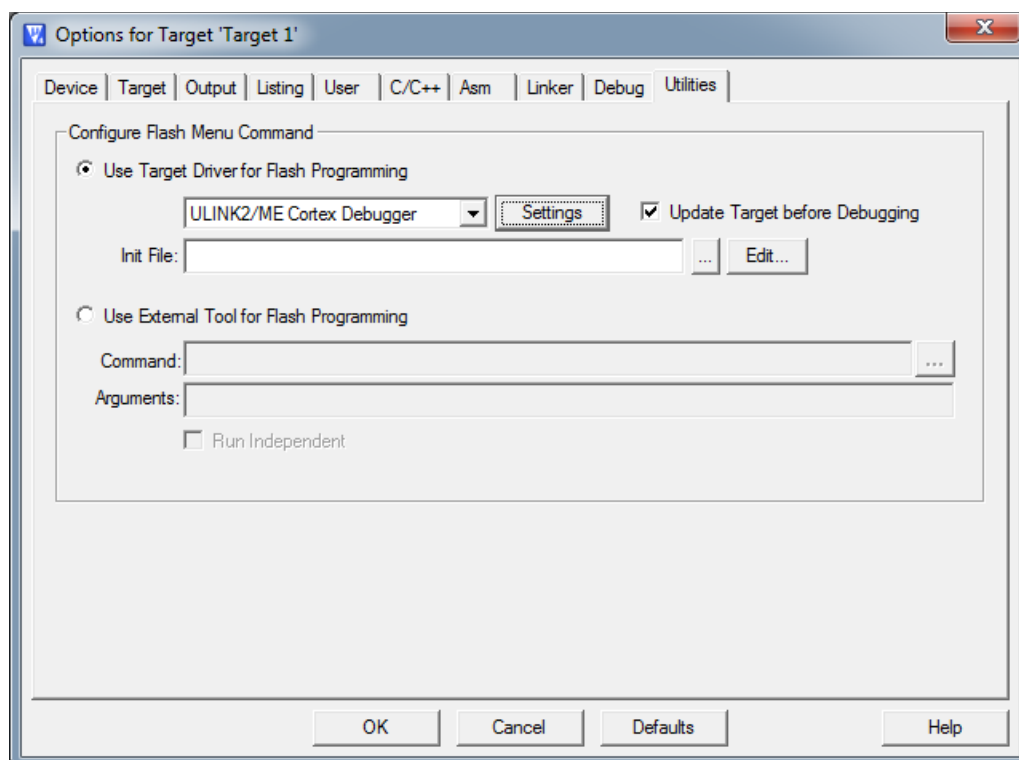
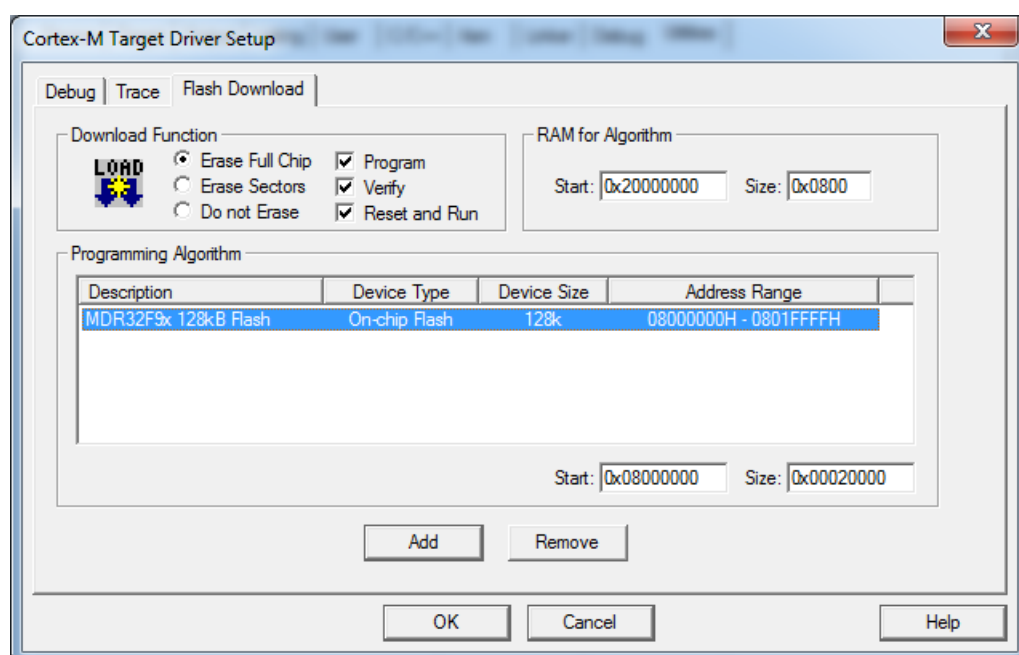
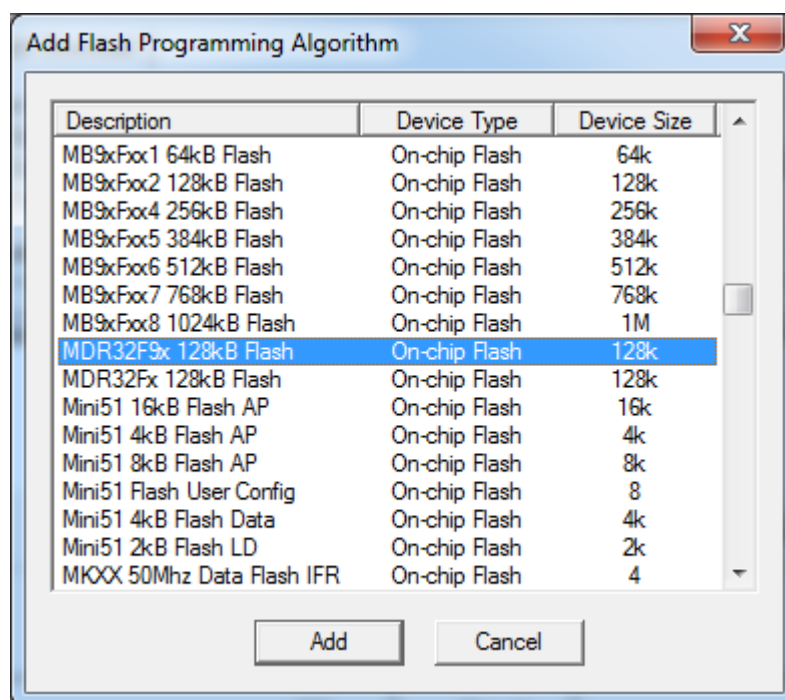

Рис.7 Вкладка Utilities
Рис. 8 Параметры программирования
Рис.9 Выбор алгоритма программирования
3.2.3. Во вкладке Utilities (рис.7) настроек проекта произвести настройку параметров программирования нажатием на кнопку Settings (рис.8). Если внутрисхемный отладчик не является разновидностью ULINK или используется MDK-ARM версии ниже 4.22a, нужно выбрать алгоритм программирования нажатием на кнопку Add (рис.9).